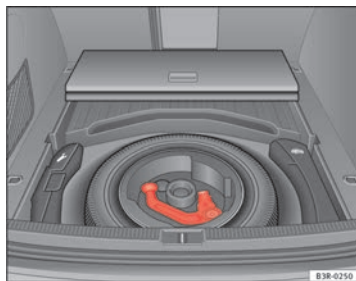

Fig. 162 Maletero: Rueda de repuesto con dispositivo para remolque
- Para vehículos con rueda de repuesto ⇒ fig. 162.